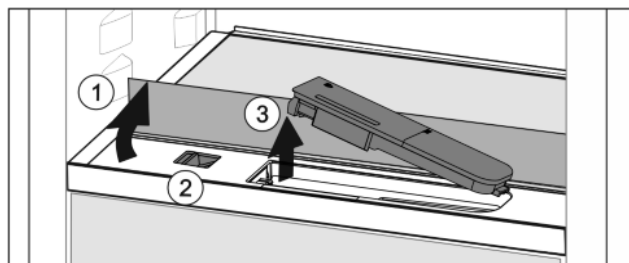

Fig. 36
- ▶ Glasplatte anheben und bis zum Anschlag nach hinten klappen Fig. 36 (1).
- ▶ Schieber Fig. 36 (2) nach links schieben.
- ▶ Wassertank entnehmen Fig. 36 (3).